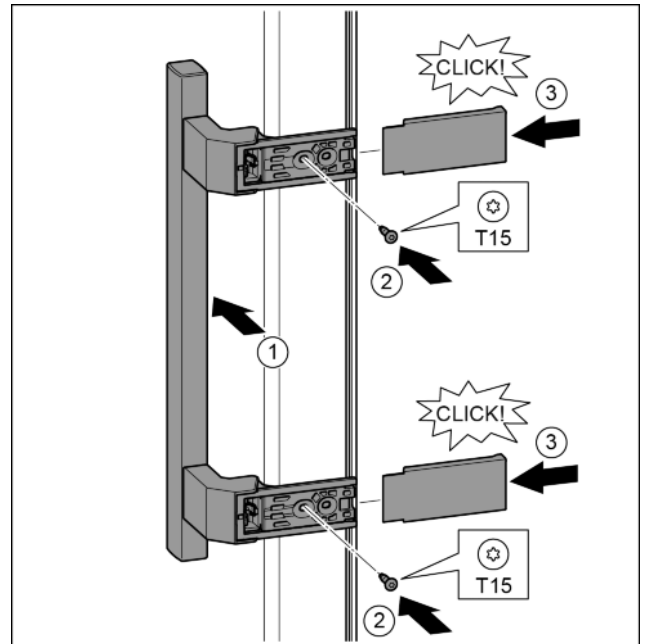

Fig. 20
- ▶ Greep op de tegenzijde aanbrengen. Fig. 20 (1)
- ▶ Schroeven met schroevendraaier T15 vastschroeven. Fig. 20 (2)
- ▶ Afdekkingen zijdelings aanbrengen en erop schuiven. Fig. 20 (3)